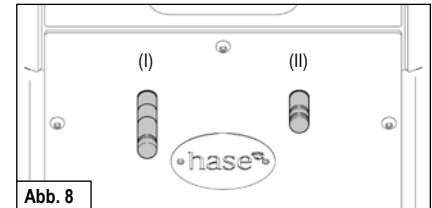

Abb. 8
Sekundärluft einstellen.	Sekundärluftschieber (II) auf Markierung 1 (s. Abb. 8).